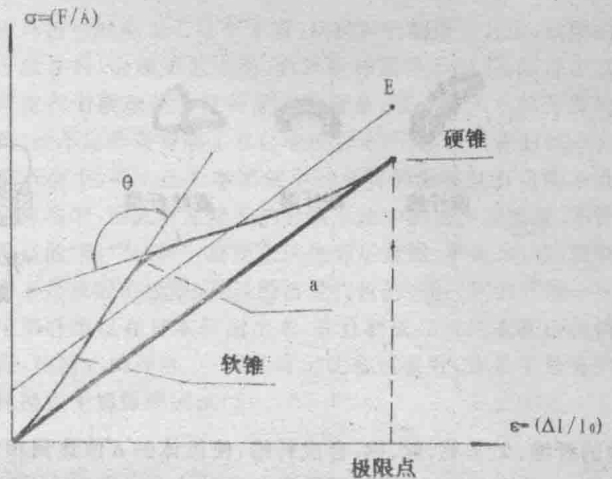

图 5
式中 l_0 为材料原始长度, Δl 为材料伸长,而在非极限条件下,则有图 5 硬锥与软锥材料的应力—应变曲线关系。假设声功率较大,则分割振动也大,而 E' 相对提高,这就使软锥具有较好的瞬时功率特性和较宽的功率频率响应。因此,改善软锥的 E 和 δ ,使 E 的变化控制在最佳范围,如果纤维软盆有较高 α 值时,采用高阻轭环和在软锥涂上或层压阻尼材料层,可以降低 c 来减小弯曲谐振与反谐振频率的间隔,同时,将锥体厚度 h 由内边逐渐向外边变薄,这样从内边到外边及轭环形成了一个均匀过渡的“延长的刚性活塞作用”,因而即使软盆的抗瞬间力加强,能应付瞬时强电流信号,又得到宽频带的功率响应,可见软盆具有一个良好的质量弹簧系统,更附合声学特性,在音色上听起来较为温和,又同样能取得爆棚的效果。这也是许多专业大功率扬声器采用软盆的道理之所在。就标准锥体而言,软盆是当之无愧的。
1. 由图 5 可看出软锥在较大力的弯曲波作用下,在曲线上存在一个转折点,这个点称为屈服点 a ,在屈服点 a 软锥会引起较大的分割振动及参变失真,最早参变失真主要是针对曲锥纸盆,在曲锥的轴线上由轴向驱动力产生的纵向分力使曲锥向外或向内弯曲,这种弯曲在曲锥纸盆的边
3. 以往认为把纤维软锥盆压的越紧越好,这种观点是错误的,虽然取得了较高的密度 ρ ,在压力过大的情况下,但会导致图 5 中 E' 的下降。应该以对不同的纤维采取不同的压制方法、压力和压锥形式。单用纸纤维的 $\delta=0.04$,是不适合高指标的扬声器盆的,所以加入一些其他较高 δ